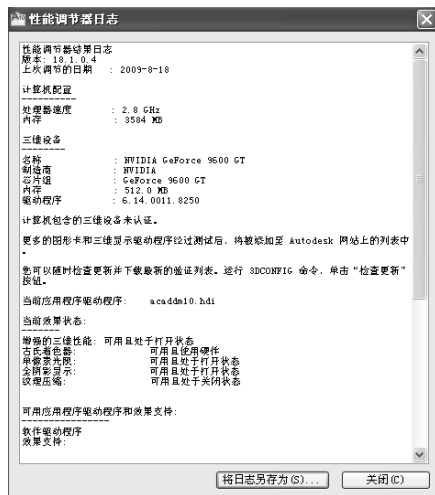

图 1-26 “性能调节日志”对话框
- “查看调节日志”按钮：单击此按钮显示性能调节结果，日志文件列出已被禁用的功能（如果存在），日志文件中的信息包含系统配置、三维图形设备和驱动程序，如图1-26所示。